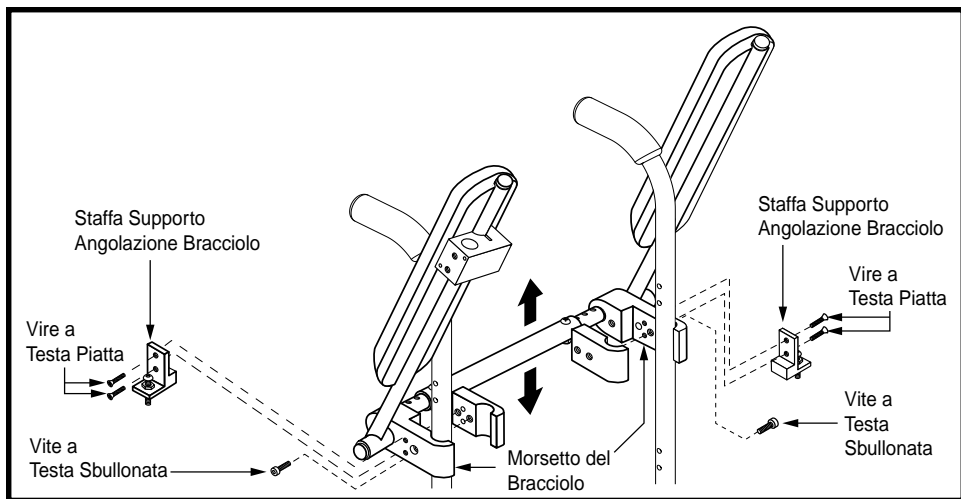

Figura 11. Regolazione altezza braccioli pieghevoli
4. Rimuovere le due (2) viti piatte dalla staffa di supporto dell'angolazione del bracciolo, quindi rimuovere la staffa. Vedere figura 11.
5. Rimuovere la vite a testa bullonata dal morsetto del bracciolo. Vedere figura 11.
7. Riposizionare la vite a testa bullonata sul morsetto del bracciolo. Vedere figura 11.
8. Riposizionare la staffa di supporto dell'angolazione del bracciolo, quindi reinstallare e stringere le due (2) viti piatte. Vedere figura 11.